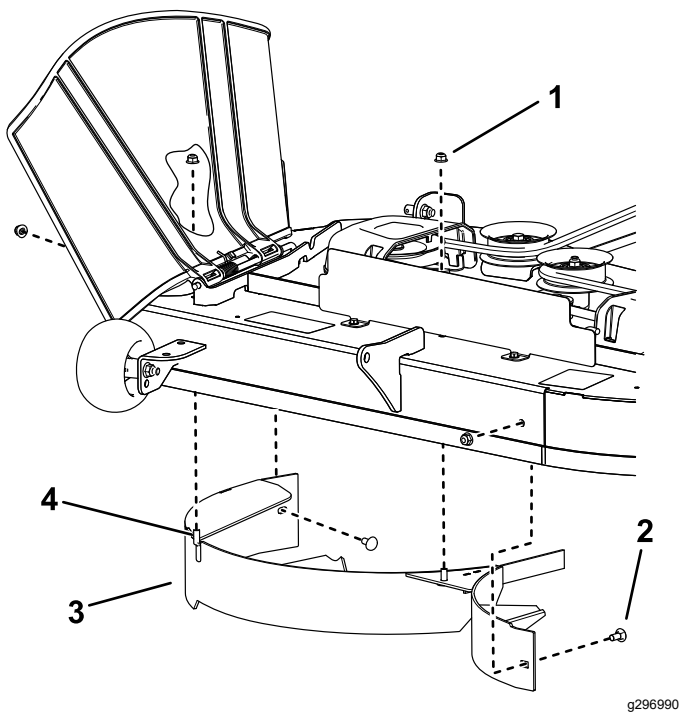

Bild 12
4. Entfernen Sie die beiden Sicherungsmuttern (5/16") von den geschweißten Pfosten des Ablenkblechs (Bild 12).
5. Entfernen Sie die beiden Schlossschrauben und Sicherungsmuttern, die das Ablenkblech am Mähwerk befestigen, und entfernen Sie das Ablenkblech (Bild 12)
6. Suchen Sie die zwei Schrauben in den losen Teilen und setzen Sie diese Befestigungen mit den vorhandenen Sicherungsmuttern in die Löcher für die geschweißten Pfosten ein (Bild 12), um das Herausschleudern von Rückständen zu vermeiden.